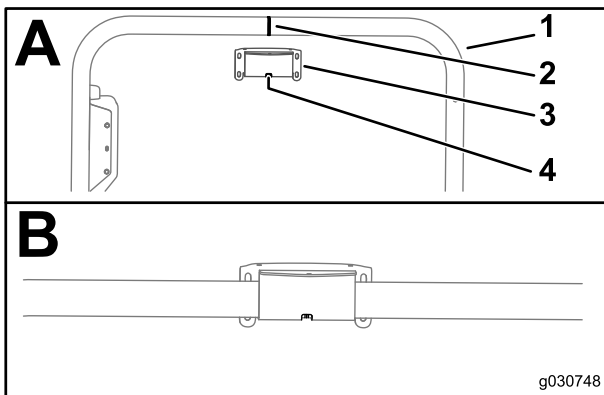

図 123
1. 受信機用マウントの中央部にあるスロットを、ROPSのセンターライン溶接跡に合わせる 図 123。